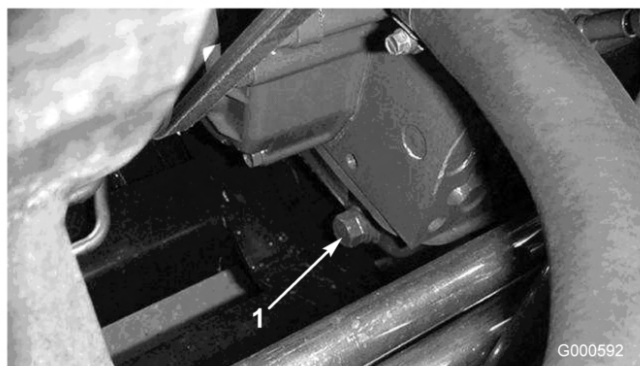

Figure 34
- Retirez le bouchon de vidange arrière (Figure 34) et laissez s'écouler l'huile dans un bac de vidange. Remettez le bouchon quand toute l'huile s'est écoulée.